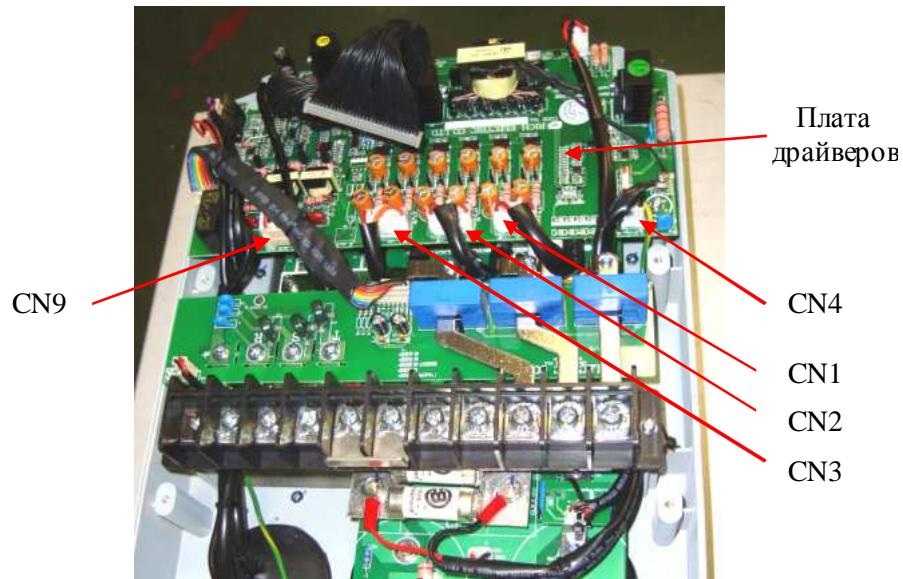

Рис.4.4
- 4.7.1. Расположение разъемов управления диодно-тиристорными полумостами (CN9) и модулями IGBT (CN1...CN3) приведено на рис. 4.4.
4.9.1. При диагностике платы драйверов проводится проверка только каналов управления модулями IGBT (пп. 4.9.6...4.9.10). Расположение разъемов управления модулями IGBT (CN1...CN3) приведено на рис. 4.4.
4.9.7. Подключить к разъёму CN4 платы драйверов (рис. 4.4) источник питания 540 В (п. 3.4.10), установить опорную частоту 3 Гц, подать команду «Пуск» на пульт управления. Включить питание осциллографа, установить вертикальную развёртку 5 В/дел, горизонтальную 50 мкс/дел.